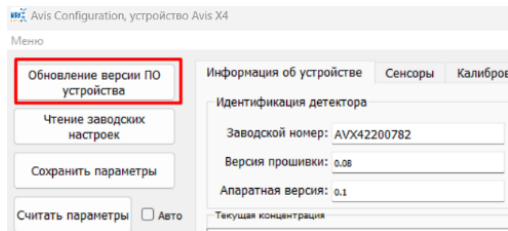

Рисунок E.2
6) Нажать кнопку «Обновление версии ПО устройства» и выбрать соответствующий файл прошивки (см. рисунок E.2);